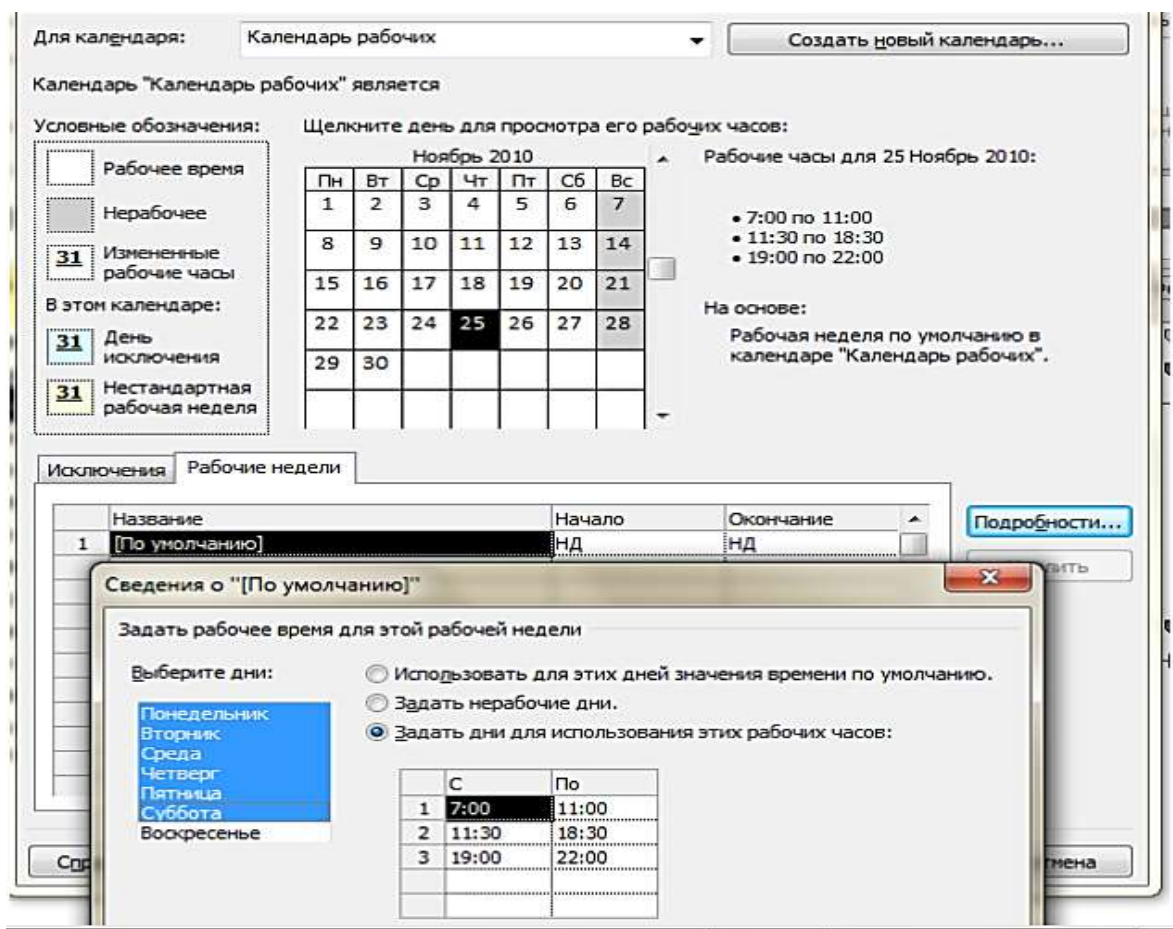

Рис. 3. Задавання властивостей календаря робочих
5. У вікні "Відомості про "За умовчанням" вибрати (виділити лівою кнопкою миші) перші шість днів тижня, вибрати перемикач "Задати дні для використання цих робочих годин" і ввести робочі години (рис. 3).